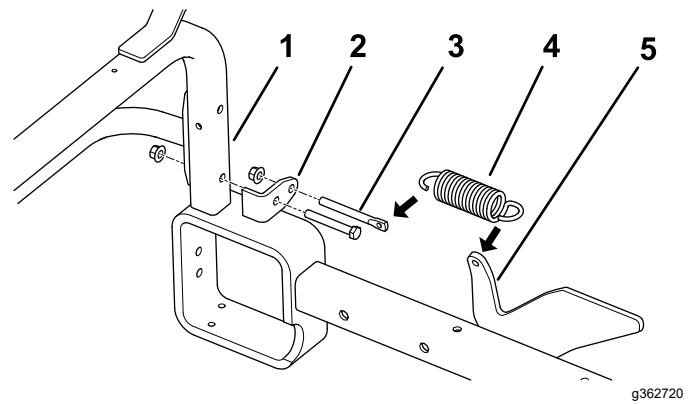

Figura 14
2. Retire el perno y la tuerca **inferiores** que sujetan cada soporte de montaje de la barra de enganche a los tubos verticales del bastidor (Figura 14).
Nota: Posicione los soportes de muelle como se muestra en la Figura 14.